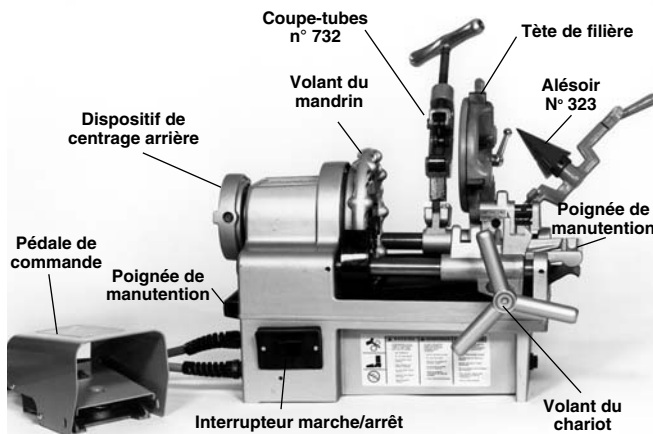

Figure 3 – Machine à fileter modèle 1215
1. Vérifiez que la machine à fileter est débranchée et que son interrupteur est en position OFF (arrêt) (Figure 3).